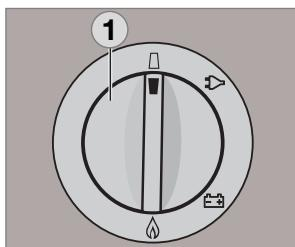

Abb. 45
- Stellen Sie bei Batteriezünder-Modellen den Energiewahlschalter (1) auf Position "AUS". Das Gerät ist abgeschaltet (Abb. 45).